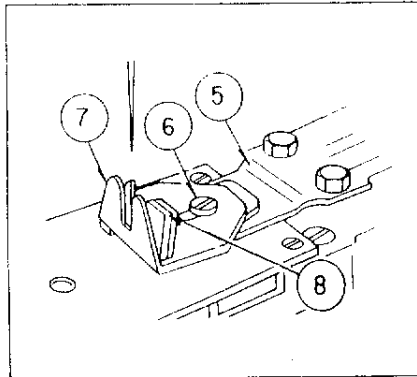

Fig. 34
COMME INDIQUE FIG. 34, LE JEU ENTRE (7) ET (8) DOIT ETRE AJUSTE AU MOYEN DE LA VIS (6).